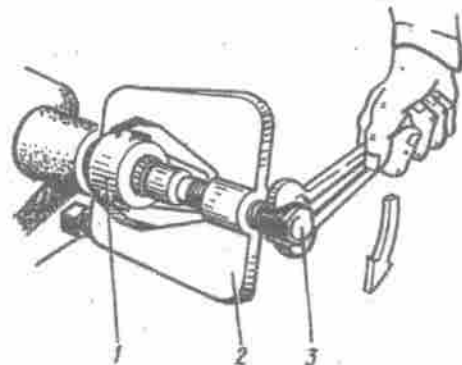

Bild 216. Abzieher für Lenkstockhebel:
7. Befestigungsmutter des Lenkstockhebels des Lenktriebs losdrehen und Lenkstockhebel mit Hilfe eines Abziehers abziehen (Bild 216).